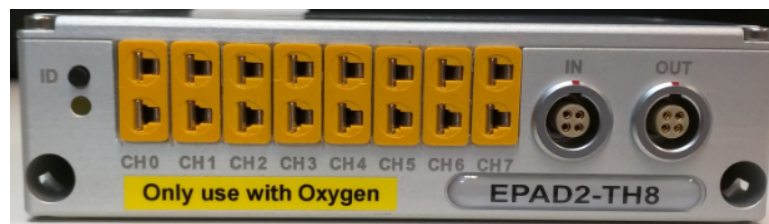

Abb. 4.28: Vorderseite eines EPAD2-Moduls
- Wenn die Programmierung begonnen hat, fordert die Software Sie auf den schwarzen *ID* Button (siehe Abb. 4.28) am ersten EPAD2-Modul zu drücken. Die Adresse in der Software wird dann um 1 erhöht. Danach drücken Sie den *ID* Button am zweiten EPAD2-Modul.